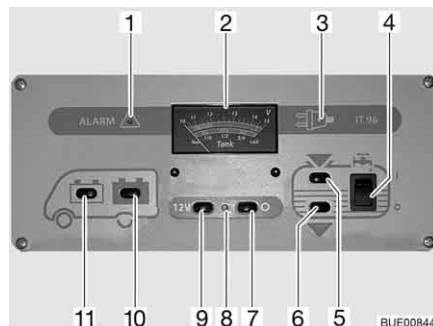

Fig. 106 Panneau de contrôle IT 96-2
L'interrupteur principal 12 V (Fig. 106,7 et 9) établit ou coupe le panneau de contrôle et l'alimentation 12 V de la cellule.
Mise en marche : ■ Appuyer sur le commutateur (Fig. 106,9) "12 V" : L'alimentation 12 V de la cellule est assurée. Le voyant de contrôle (Fig. 106,8) s'allume en vert.
Mise hors service : ■ Appuyer sur le commutateur (Fig. 106,7) "O" : L'alimentation 12 V de la cellule est coupée. Le voyant de contrôle (Fig. 106,8) s'éteint.
Observer sur l'indicateur de charge/de niveau de réservoir (Fig. 106,2), la graduation supérieure. L'indicateur s'éclaire automatiquement dès qu'un commutateur est actionné.
- Appuyer sur le commutateur (Fig. 106,11) "🚗" : La tension de la batterie de démarrage est affichée.
- Appuyer sur le commutateur (Fig. 106,10) "🔋" : La tension de la batterie de cellule est affichée.
Observer sur l'indicateur de charge/de niveau de réservoir (Fig. 106,2) la graduation inférieure. L'indicateur s'éclaire automatiquement dès qu'un commutateur est actionné.
- Appuyer sur le commutateur (Fig. 106,5)  : Le niveau du réservoir d'eau est affiché.
- Appuyer sur le commutateur (Fig. 106,6)  : Le niveau du réservoir d'eaux usées est affiché.
Mise en marche : ■ Commutateur à bascule (Fig. 106,4) vers le haut "I" : L'alimentation en eau est activée.
Mise hors service : ■ Commutateur à bascule (Fig. 106,4) vers le bas "O" : L'alimentation en eau est désactivée.
Le voyant d'alerte rouge "ALARM" (alarme) (Fig. 106,1) clignote dès que la charge de la batterie de cellule descend en dessous de 11 V (mesurée en marche) et qu'il y a risque de décharge profonde des batteries.
Le voyant de contrôle 12 V (Fig. 106,8) s'allume dès que l'interrupteur principal 12 V (Fig. 106,9) est enclenché.
Le voyant de contrôle jaune 230 V (Fig. 106,3) s'allume si l'arrivée du bloc électrique est sous tension de réseau.